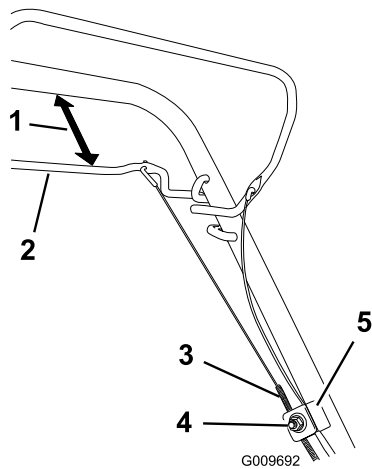

Figura 25
1. Afloje la tuerca del soporte del cable (Figura 25).
2. Sujete la barra de la transmisión autopropulsada a una distancia de 1 a 1-1/2 pulgadas (25 a 38 mm) del manillar (Figura 25).
3. Tire hacia abajo de la cubierta del cable (hacia el cortacésped) hasta eliminar la holgura en el cable (Figura 25).